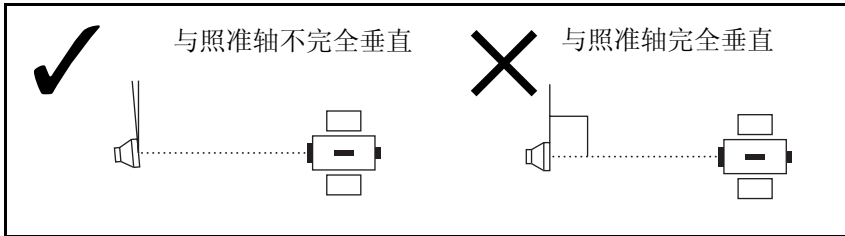

图 2.2 棱镜倾斜角度
- 当进行短距离测量时，应稍微使棱镜倾斜，这样，EDM 可以忽略棱镜表面上不必要的反射（如图 2.2 所示）。